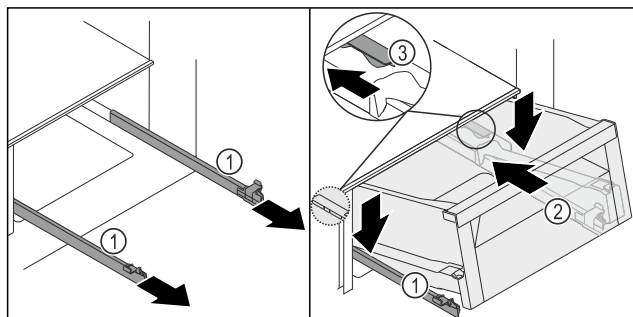
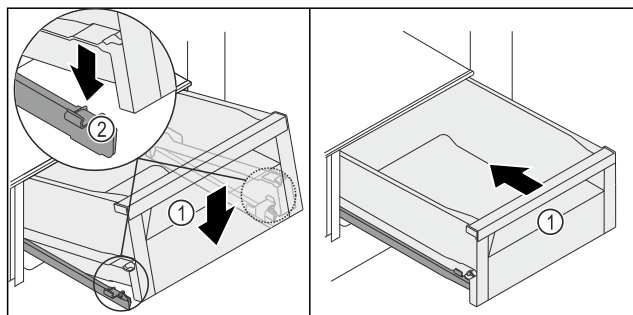

Fig. 130
Fig. 131
- Mantenere fisse le guide Fig. 130 (1) e posizionare il cassetto Fig. 130 (2) dietro il dispositivo di arresto Fig. 130 (3) sulle guide Fig. 130 (1) inserendolo dall'alto.
- Inserire il cassetto Fig. 130 (2) sulle guide Fig. 130 (1) spingendolo all'indietro fino a battuta.
- Abbassare il cassetto Fig. 130 (2) in avanti, in modo che lo stesso si inserisca tramite scorrimento a sinistra e a destra nel morsetto Fig. 131 (2).
- Il cassetto Fig. 131 (1) si innesta in modo percepibile.
- Inserire il cassetto Fig. 131 (1).